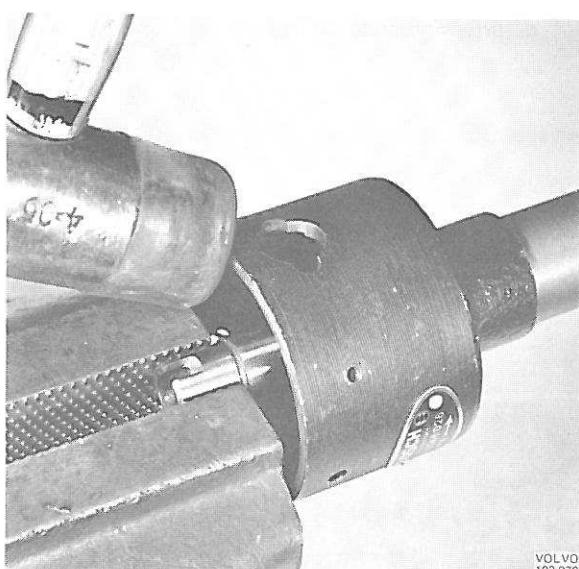

Fig. 3-40. Enlèvement de circlip
3. Décrocher les ressorts du régulateur centrifuge et repérer la position de la came de rupteur par rapport à l'arbre de distributeur. Bloquer la came de rupteur dans un étau à mordaches douces. Frapper avec précaution sur le boîtier de distributeur avec un maillet en plastique, fig. 3-40, jusqu'à ce que le circlip se dégage.